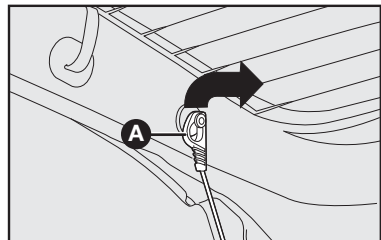

fig. 94
1) Soltar as extremidades superiores **A-fig. 94** dos dois tirantes, desprendendo as argolas dos pinos.